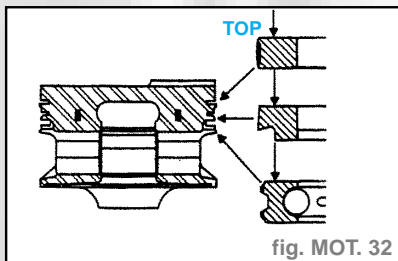

fig. MOT. 32
- Respecter le sens de montage des segments (fig. MOT. 32).